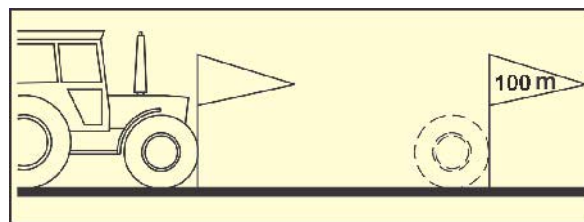

Fig. 10
- Medir en la parcela, un trayecto de medición de 100 m exactos. Marcar el punto de partida y de llegada de dicho trayecto de medición (Fig. 10).